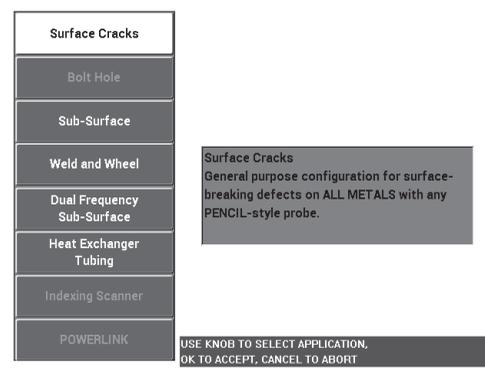

Figura 5-91 L'applicazione Cricche superficiali
2. Premere una volta il tasto di menu ADV SETUP () ed in seguito selezionare **SELEZ.APP.** (selezione dell'applicazione) [tasto A] per aprire il menu di selezione dell'applicazione. Selezionare **Cricche superficiali** con la manopola ed in seguito premere  per confermare (vedere Figura 5-91 a pagina 204).